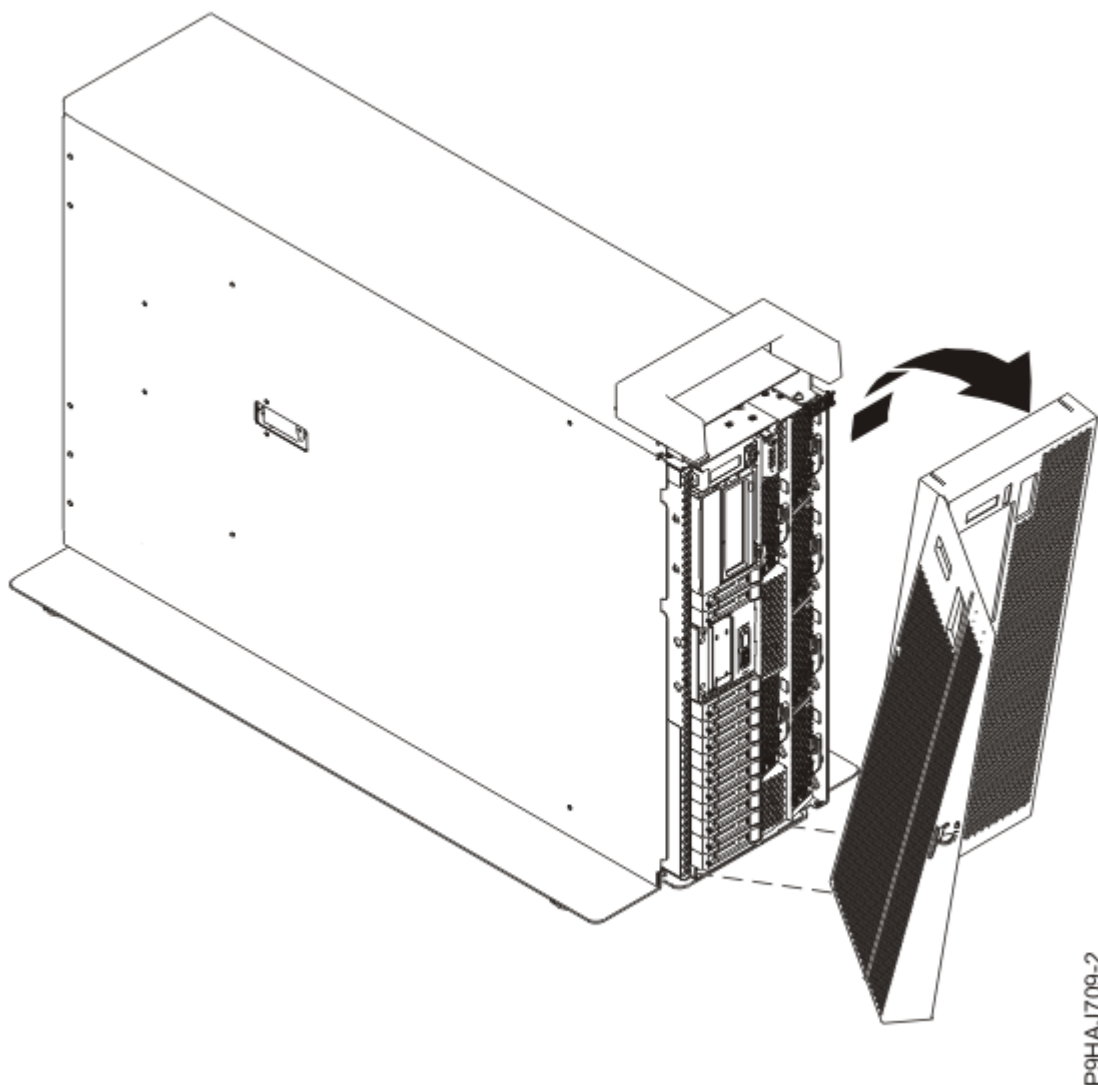

図 54. 前面カバーの取り外し
- d) 58 ページの図 54 に示すように、カバーをシステムから引き離します。